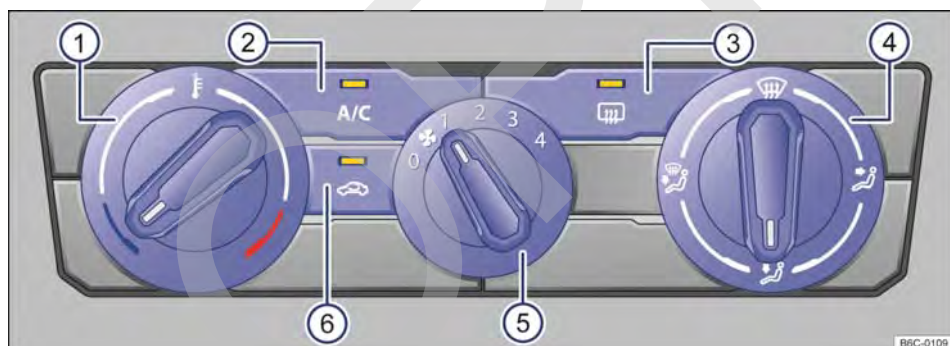

Fig. 83 Mandos del aire acondicionado.
- *Aire acondicionado*: girar el regulador del ventilador al nivel 0 → fig. 83 ⑤.
- *Aire acondicionado*: girar el regulador giratorio izquierdo → fig. 83 ①.
- *Aire acondicionado*: girar el regulador del ventilador → fig. 83 ⑤.
- *Aire acondicionado*: girar el regulador de la derecha → fig. 83 ④ a la posición deseada.
- *Aire acondicionado*: girar el regulador derecho a la posición  → fig. 83 ④.